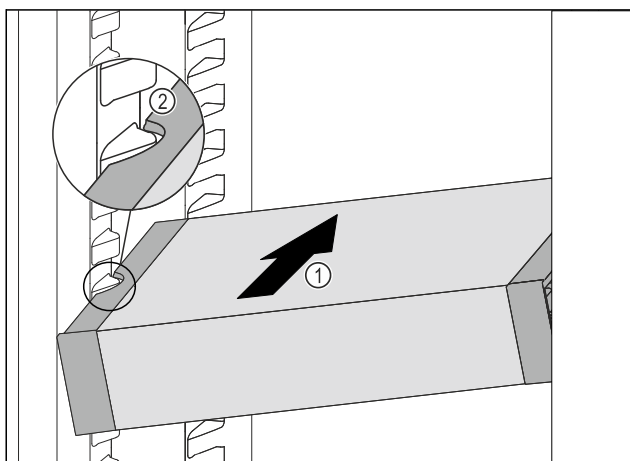

Fig. 87
- VarioSafe zasúvajte šikmo do chladničky Fig. 87 (1), kým sa bočné vybrania Fig. 87 (2) VarioSafe nebudú nachádzať vo výške rebra nádoby v chladničke.